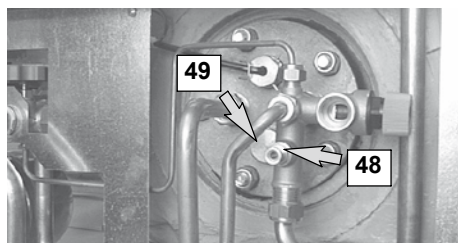

Figura 9.4
- Allentare il rubinetto di scarico acqua sanitaria del bollitore 48 in Figura 9.4 e scaricare l'acqua del bollitore.